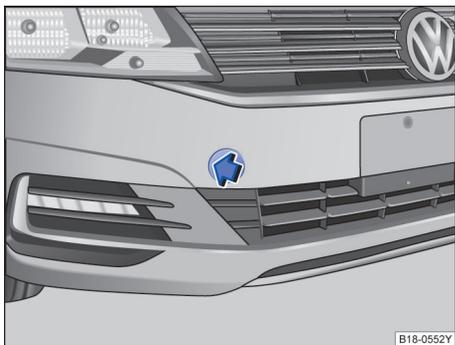

图 202 在保险杠的右前部：拆卸盖板
- 先按压盖板外侧，直至开启，再拆下盖板并将其挂在汽车上。⇒图 202